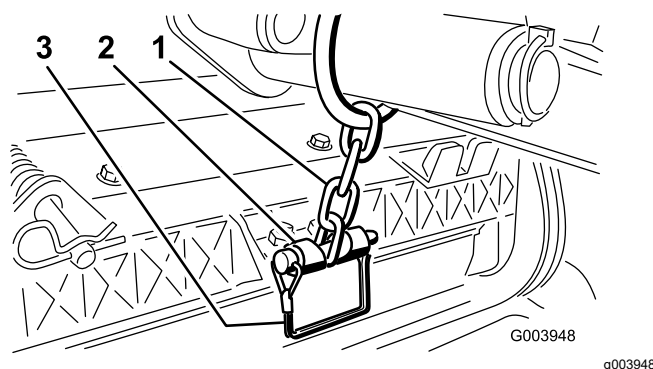

Figura 12
3. Fixați lanul braului de ridicare pe suportul cu lan, folosind tiftul de siguranță (Figura 12).